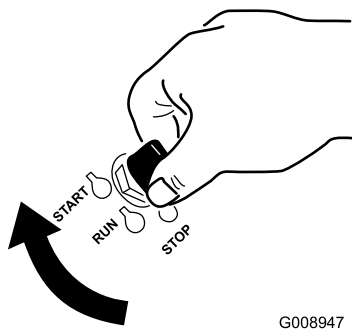

Figura 13
1. Girate la chiave di accensione in posizione di avvio (Figura 13). Rilasciatela quando il motore si accende.
7. Girate la chiave di accensione in posizione di avvio (Figura 13). Rilasciatela quando il motore si accende.